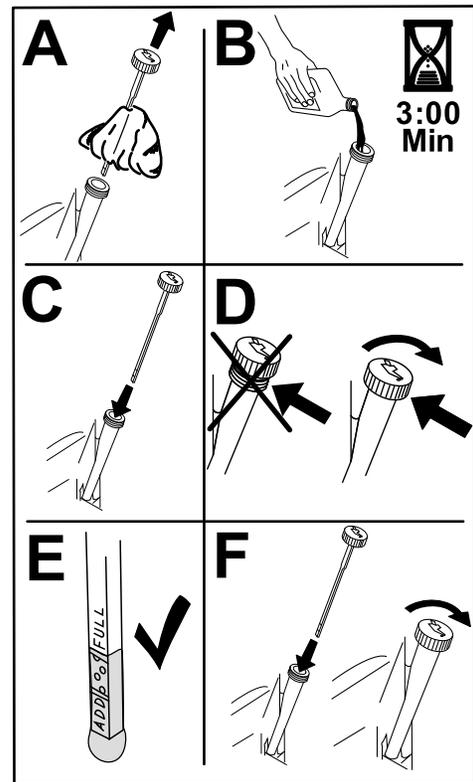

Figura 33
- Vierta lentamente un 80% aproximadamente del aceite especificado por el tubo de llenado, luego añada lentamente el resto del aceite hasta que llegue a la marca de **Lleno** (Figura 33).